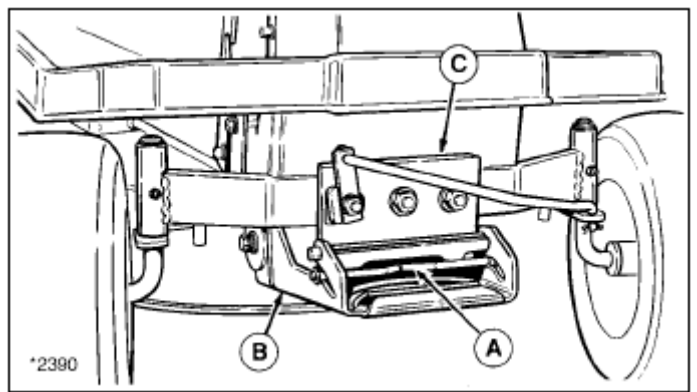

図8 モアデッキヒッチ
5. スプリング付のレバー（図8のA）を引っ張り、ヒッチ側に持ち上げるとモアヒッチ（図8のB）がヒッチブラケット（C）から外れます。モアヒッチは、地面に置いておいて下さい